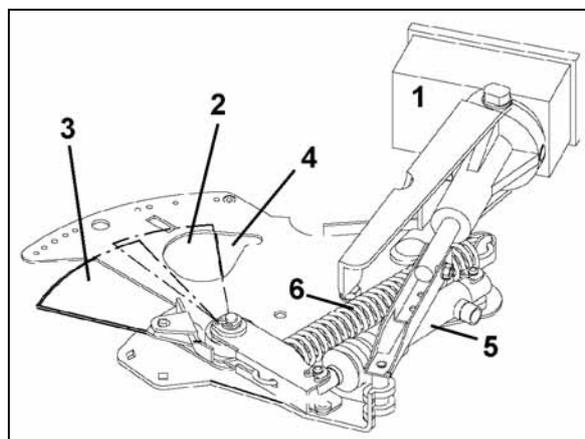
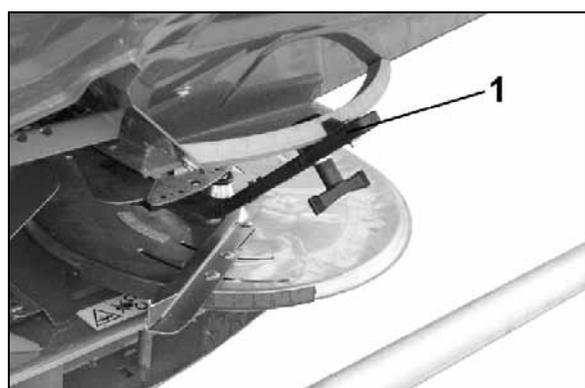

Fig. 12
Fig. 13
- electrónicamente el ordenador de a bordo. Los servomotores (Fig. 12/1) accionan las correderas de dosificación (Fig. 12/2) y estas a su vez dejan libres diferentes anchuras de abertura en las aberturas de paso (Fig. 12/4).
- de forma manual a través de la palanca de maniobra (Fig. 13/1) ajustando las diferentes anchuras de abertura en las aberturas de paso (Fig. 12/4). La posición de la corredera requerida en cada caso se obtiene según las indicaciones de la **tabla de dispersión** o mediante el **disco de cálculo**.
El abrir y cerrar la abertura de paso se realiza, además, con una compuerta hidráulica (cerrar) (Fig. 12/5) o bien con un resorte de tracción (abrir) (Fig. 12/6).